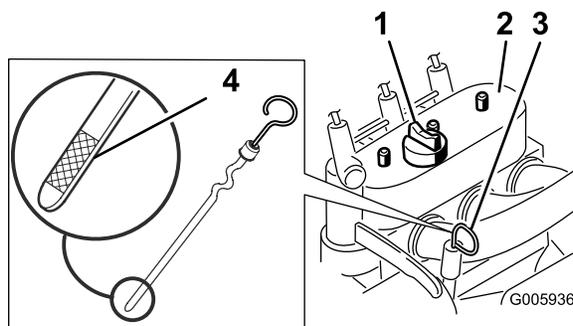

図 29
4. ディップスティック取り付け部の周辺をきれいにぬぐう 図 29。
5. ディップスティックを抜き、先端の金属部分 図 29 をウェスできれいに拭く。
6. ディップスティックを補給管の中にしっかりと差し込む 図 29。
8. 油量が少なければ、オイル補給口のキャップの周囲をきれいに拭き、キャップを外す 図 29。
13. オイル補給口のキャップ**図 29**を取り、所要量の約 80% のオイルを、バルブカバーから入れる。